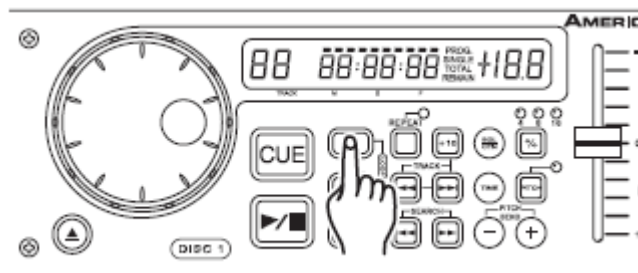

Figura 17
1) Premere il pulsante PLAY/PAUSE (17) per avviare la riproduzione.
2) Premere il pulsante IN (4). In questo modo si imposterà il punto di avvio di un Ciclo Continuo (figura 17). Il LED del pulsante IN lampeggerà.